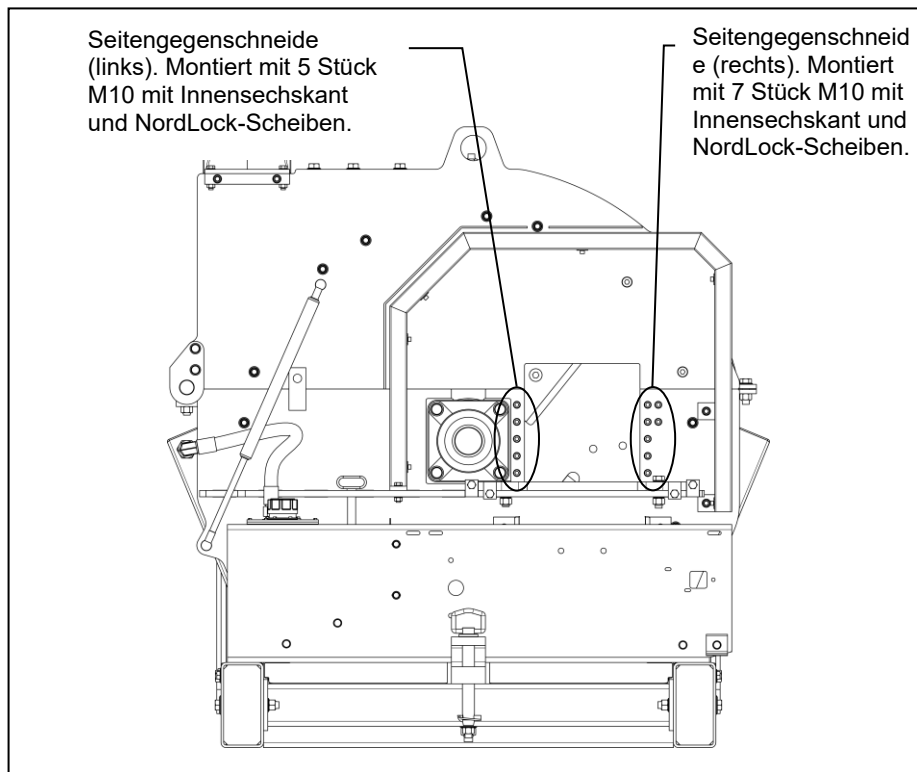

Abbildung 37: Positionierung der Seitengegenschneide
4. Der Zugang zu den beiden Seitengegenschneiden ist nun frei (siehe Abbildung 37).